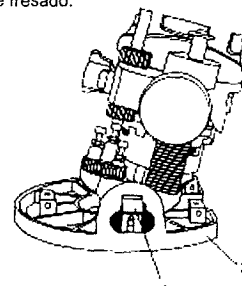

Fig. 18
1. Suelte ambos seguros de ajuste de bisel (1) tirándolos hacia fuera de la base de fresado (2) (véase la fig. 18).